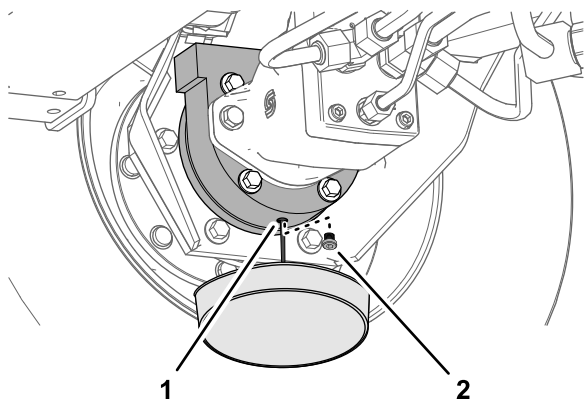

Figure 83
- Placez un bac de vidange sous le carter de frein et enlevez le bouchon de vidange pour permettre la vidange complète de l'huile (Figure 83).